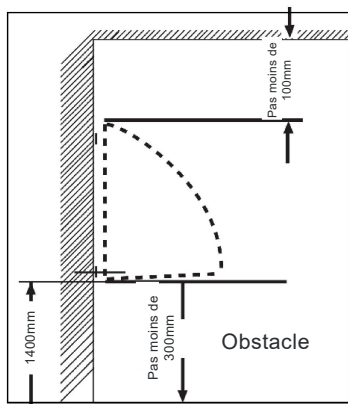

Figure 1
1. En utilisant les élévations et les paramètres recommandés pour l'installation, marquez la position du sèche-main sur le mur (Figure 1)